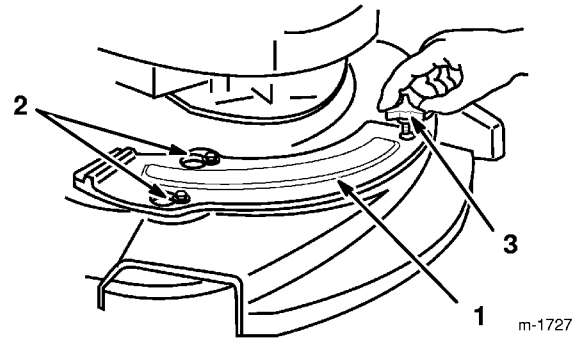

Figure 51
3. Les deux boulons à épaulement du carter de la tondeuse dépassent des trous oblongs de la plaque de paillage et n'ont pas besoin d'être desserrés ou retirés (Fig. 51). La plaque de paillage se déplace sur les têtes de ces boulons.